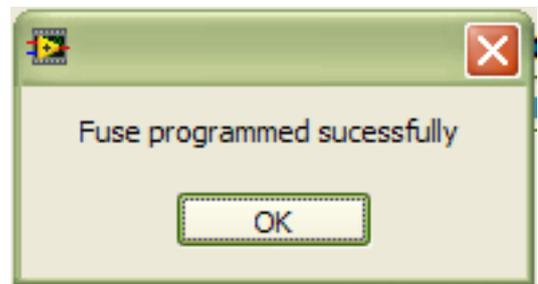

図 6.ヒューズの焼き切りに成功した場合
- **BLOW FUSE**では、**50-TP**メモリ内の実際のRDACレジスタ・データでヒューズを焼き切ります。焼き切りに成功すると、図 6 に示すメッセージ・ボックスが表示され、書き込みに成功しなかった場合には、図 7 に示すメッセージ・